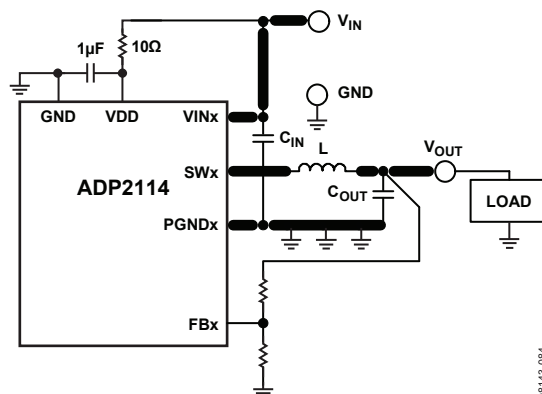

図 84. PCB 回路の大電流のパターン
- 大電流のループには、できるだけ短くて太いパターンを使用してください。C_{IN} から L、C_{OUT}、電源グラウンド・プレーンを通して C_{IN} に戻る大電流の経路は、できるだけ短くします。そのためには、入出力コンデンサに同じ電源グラウンド・プレーンを使用します。また、PGNDx ピンから L と C_{OUT} を通って電源グラウンド・プレーンに戻る大電流の経路も、できるだけ短くします。そのためには、入出力コンデンサのできるだけ近い場所で、ADP2114 の PGNDx ピンを PGND プレーンに接続します (図 84 を参照)。